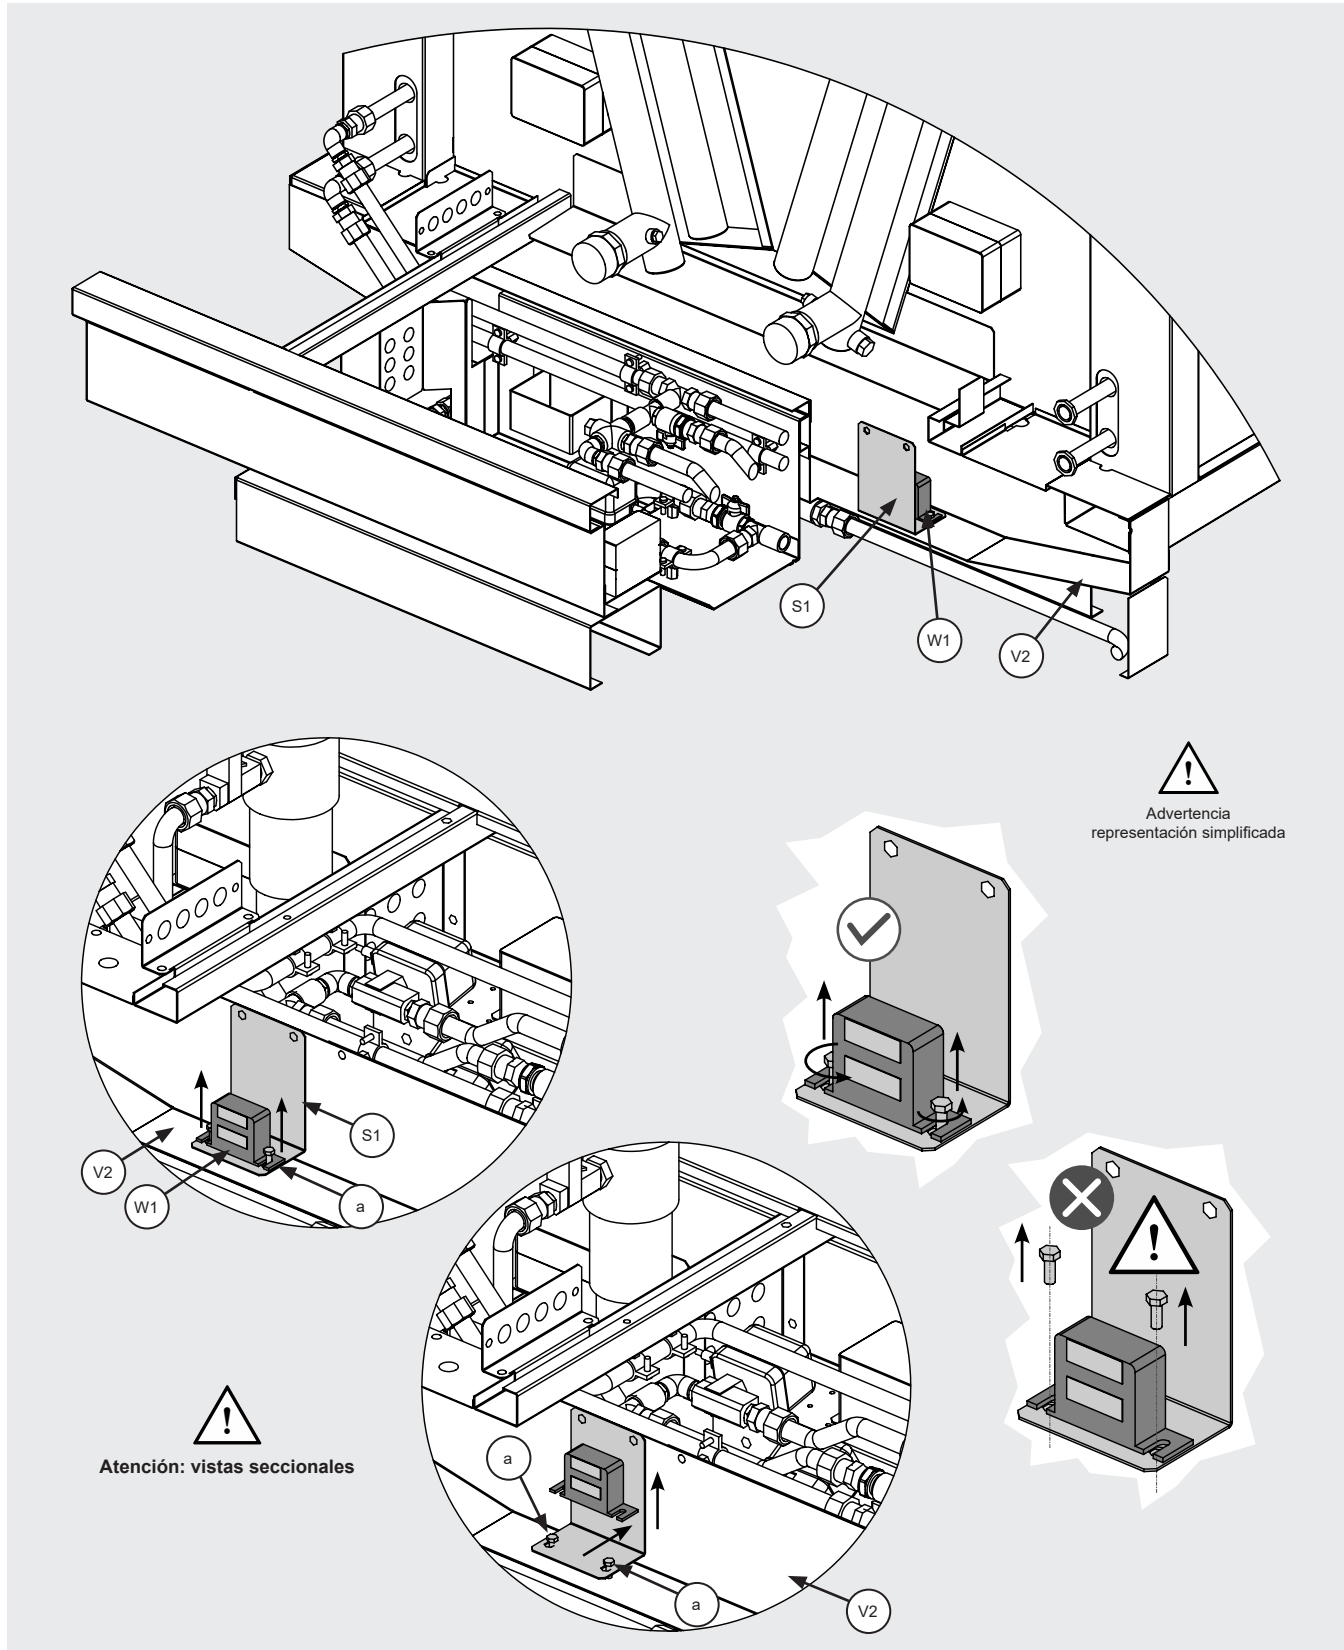

Figura 26
- 12.14.4 Para sustituir el interruptor de nivel (W1), consulte la Figura 26. (W1) está alojado sobre un soporte (S1) que lo mantiene en su sitio.